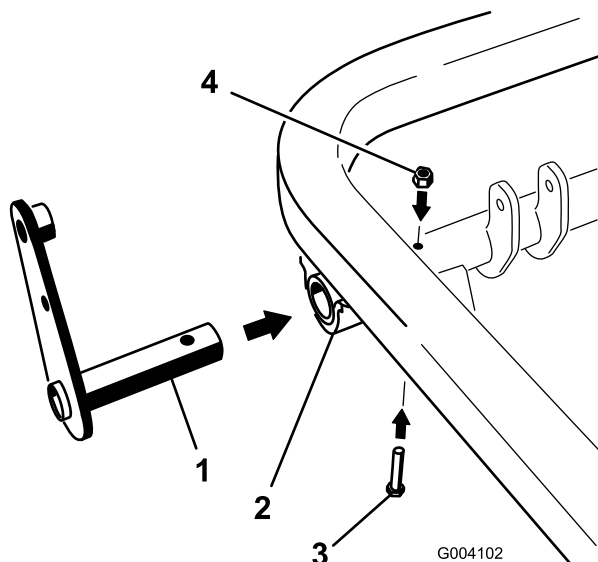

Figura 12
- Deslice la clavija del conjunto de la palanca en el extremo izquierdo del tubo de giro y sujete el conjunto al tubo de giro con un perno (5/16 x 2 pulgadas) y una contratuerca (5/16 pulgada) (Figura 12).